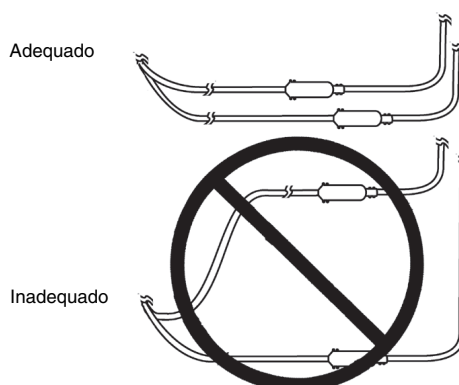

Figura 3. Encaminhamento de dois conjuntos de eléctrodo e extensão (ou de dois eléctrodos)
- Quando estiverem implantados dois eléctrodos, encaminhe os conjuntos de eléctrodo e extensão, de modo a que a área entre eles seja mínima (Figura 3). Se os conjuntos de eléctrodo e extensão forem encaminhados em arco e o doente ficar exposto a algumas fontes de interferências electromagnéticas (por ex., detectores anti-roubo), o doente pode sentir um aumento momentâneo na estimulação, que alguns doentes descrevem como desconfortável (sensação de sobressalto ou choque).